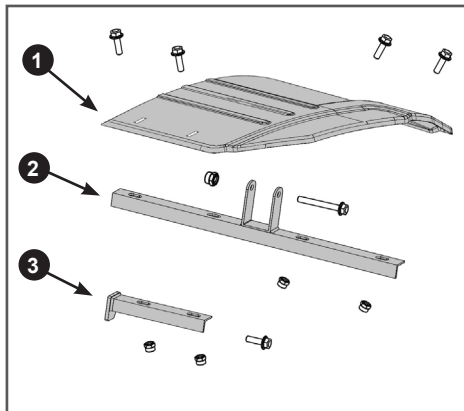

Рис. 8. Установка кронштейнов и крыльев
6. Установите на раму мотоблока кронштейны защитных крыльев: задний 2 и передние 3 с помощью болтов и гаек из комплекта крепежа (Рис. 8). Установите на кронштейны защитные крылья 1 и закрепите их, используя болты, шайбы и гайки из комплекта крепежа (Рис. 8).